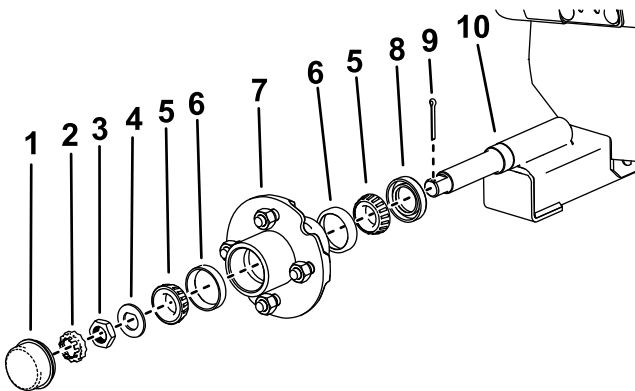

Figura 16
3. Rimuovete il coperchietto antipolvere dal mozzo della ruota (Figura 16).
4. Rimuovete la coppiglia e il dado di bloccaggio del fermo (Figura 16).
5. Rimuovete il dado del mozzo, la rondella del mandrino e il gruppo del mozzo dall'assale (Figura 16).
3. Montate le coppe dei cuscinetti e i cuscinetti sul gruppo del mozzo, come illustrato nella Figura 16.
1. Montate la tenuta dell'olio, il gruppo del mozzo e la rondella del mandrino come illustrato nella Figura 16.